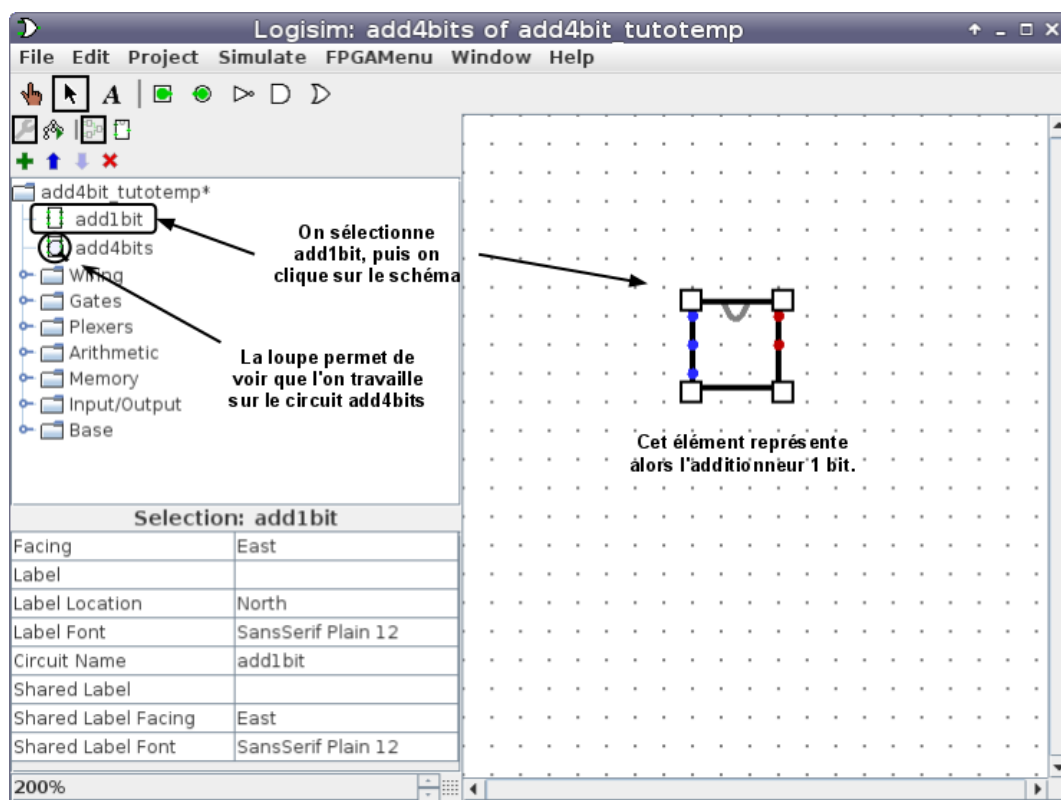

FIGURE 4. Sous circuit
2. Il est alors possible d'ajouter un sous circuit `add1bit` de la même manière que l'utilisation d'un composant quelconque. On clique sur `Add1bit` dans le menu indiqué sur la figure 4, puis on le place en cliquant sur le schéma.